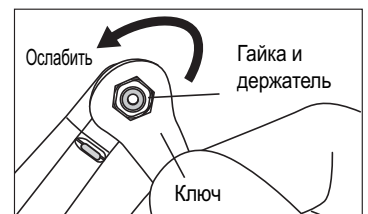

Рис. 10
- 1) Ослабьте фиксирующую гайку и извлеките ее вместе с держателем насадки. (Рис. 10)